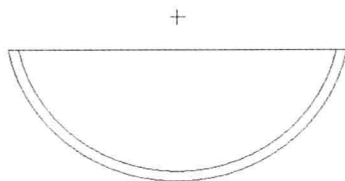

图 2-19 绘制直线
Step 04 在右上方合适的位置处单击鼠标左键,绘制直线,单击鼠标中键,完成直线的绘制,如图 2-19 所示。